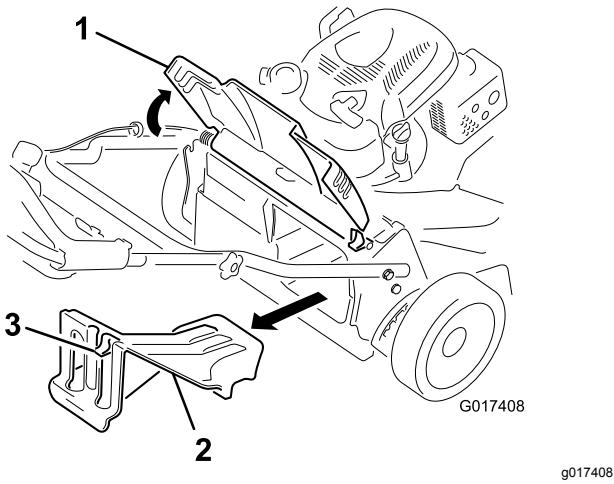

Figura 26
1. Levante y sujeté la tapa trasera (Figura 26).
2. Retire el tapón de descarga trasera presionando hacia abajo sobre el enganche con el dedo pulgar y extrayendo del tapón de la máquina (Figura 26).